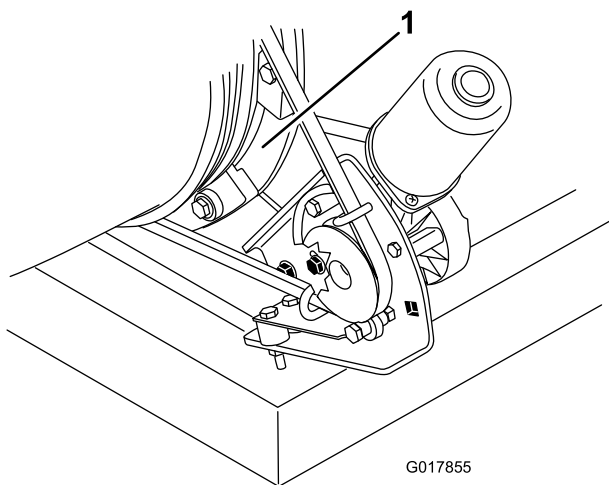

Figura 49
2. Eliminați orice depunere de iarbă, murdărie sau reziduuri din jurul sau între ghidajele duzei (Figura 49).